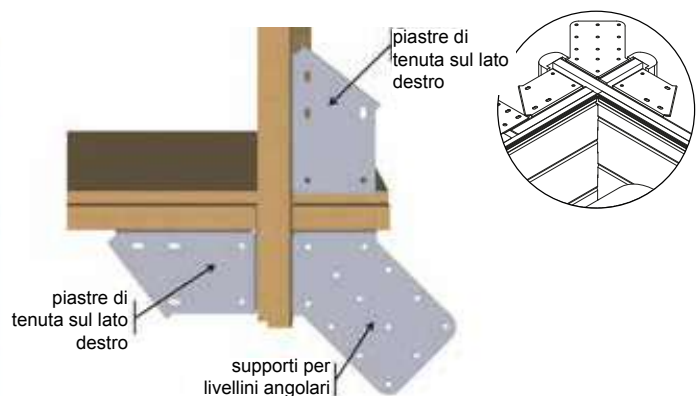

Figura 20 – Posizionamento delle piastre di tenuta negli angoli
- Negli angoli, montare quattro piastre di tenuta «lato destro» e quattro piastre di tenuta «lato sinistro», nonché quattro supporti per livellini angolari, secondo la **Figura 20**. Utilizzare 4 viti torx 6 × 20 in acciaio inox A2 (sacchetto G) per squadra e 6 viti torx 6 × 20 in acciaio inox A2 (sacchetto G) per piastre di tenuta, per un totale di 64 viti.